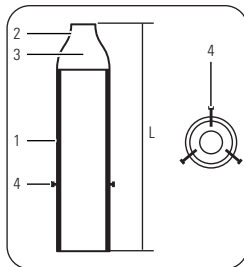

FIGURA 7.2 - CAMISA INDUTORA DE FLUXO
- Figura 7.2: As bombas mancalizadas, ao serem instaladas, devem ser alinhadas aos eixos bomba x motor. Ao instalar uma bomba mancalizada, procure instalar um motor com potência equivalente a que foi projetada.